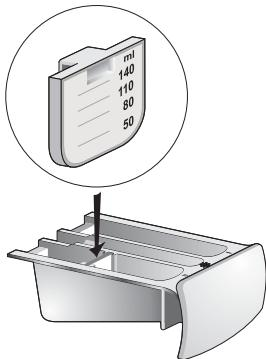

Рис. 28
Возможно также применение жидкых моющих средств для основной стирки после установки вкладыша в камере **В** (рис. 28). Вкладыш находится в оборудовании машины.
- моющими средствами следует наполнять соответствующие камеры емкости для детергентов (рис.28).
Важно! Надо систематически чистить сифон камеры емкости для детергентов для обеспечения его проходимости (см. рис. 28).